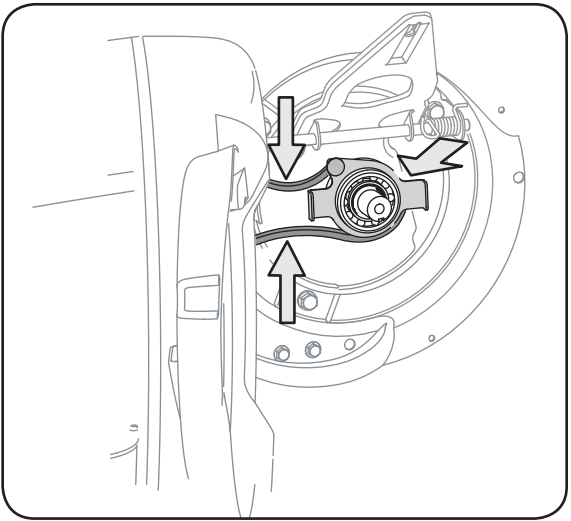

Figure 19
20. Pliez la courroie pour qu'elle ne pénètre pas dans la gorge de la poulie, puis poussez la poulie inférieure vers le moteur. Voir la Figure 19.